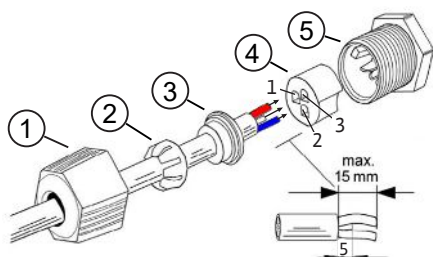

Fig. 18: Konektor Quickon
2. Odstráňte opláštenie signalizačného kábla (cca 15 mm). Konce vodičov musia byť ukončené zároveň so spájacím krúžkom (pol. 4), resp. môžu prečnievať maximálne 2 mm, pozri Fig. 18.